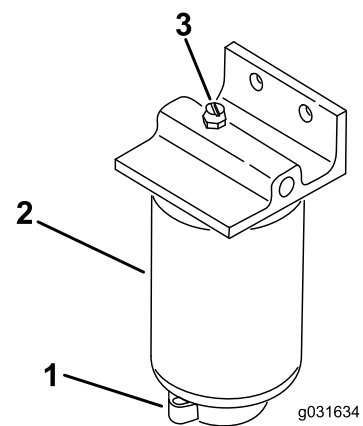

Bild 51
2. Lösen Sie das Ablassventil an der Unterseite des Filters (Bild 51).
1. Reinigen Sie den Anbaubereich des Filters (Bild 51).